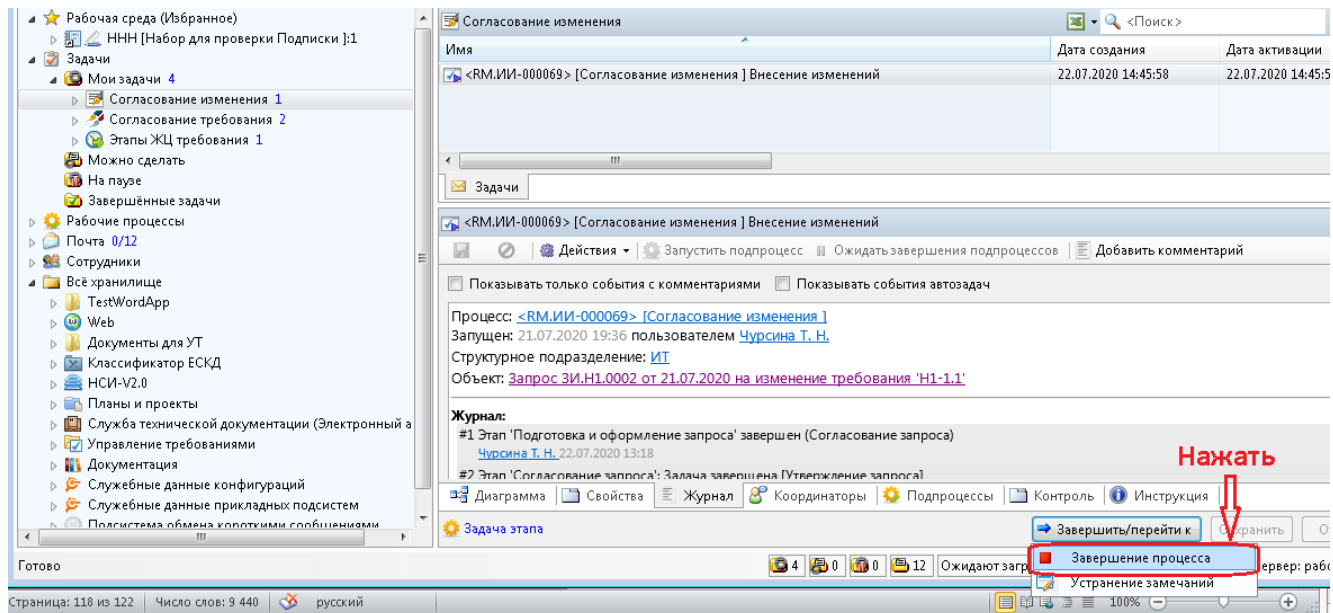

Рисунок 109 — Завершение процесса
- нажать «Завершение процесса» (Рисунок 109);